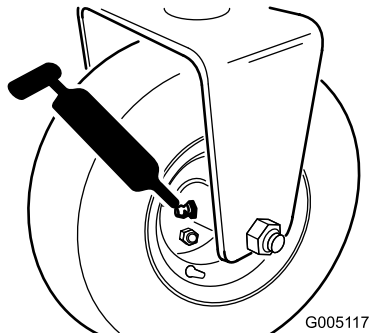

Figura 38
- Engates da roda traseira e bielas esféricas externas (1) (Figura 38)